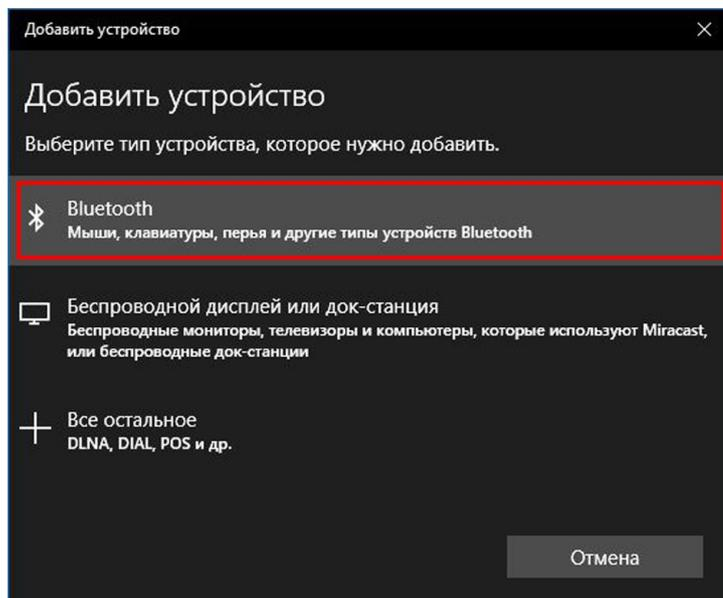

Рисунок A11 – Выбор типа добавляемого устройства
4.3. Выберите тип устройства, которое необходимо добавить к списку устройств, которые могут быть подключены к вашему ПК (Рисунок A11).